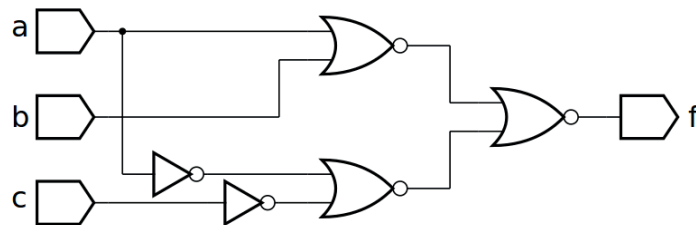
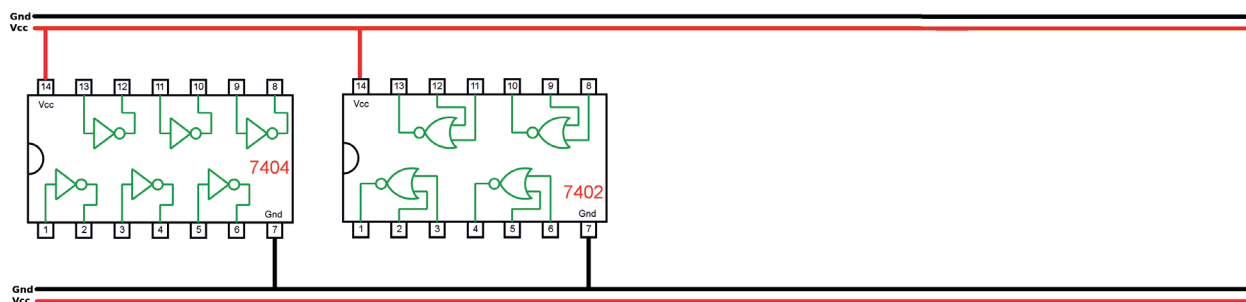

Figura 5.45 – Diagrama esquemático.
Figura 5.46 – Disposição dos componentes (TTL) para a placa de montagem.
1. Complete as ligações na figura 5.46 ou 5.47 de acordo com a figura 5.45.
5. Utilize um programa de simulação em computador (SmartSim, Atanua, Qucs) faça a simulação do circuito da figura 5.45. Compare os resultados com a tabela 5.19.
6. Escreva a equação booleana do circuito da figura 5.45 e simule no programa para o Arduino.